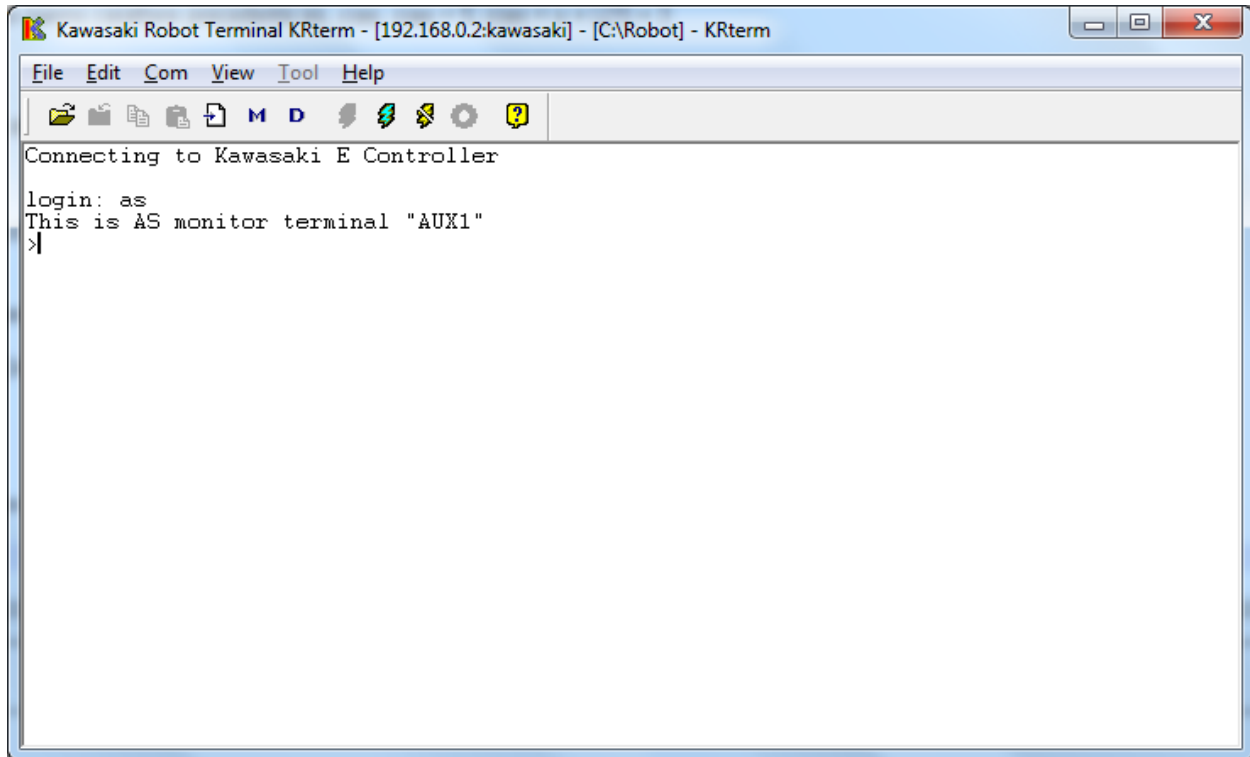

Figura 22: Connessione correttamente eseguita dopo il login
5. In Figura 22 viene mostrato il risultato di una connessione avvenuta correttamente;